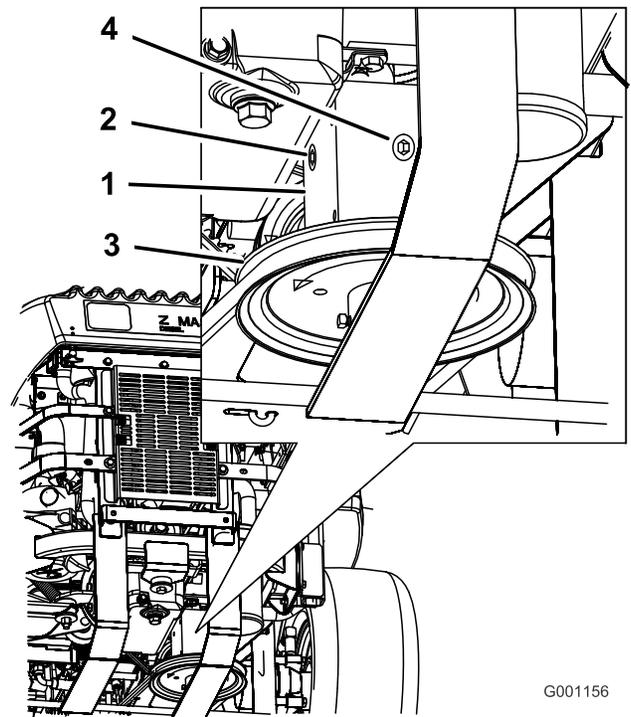

Figura 58
4. Retire el tapón lateral o trasero de la caja de engranajes (Figura 58).